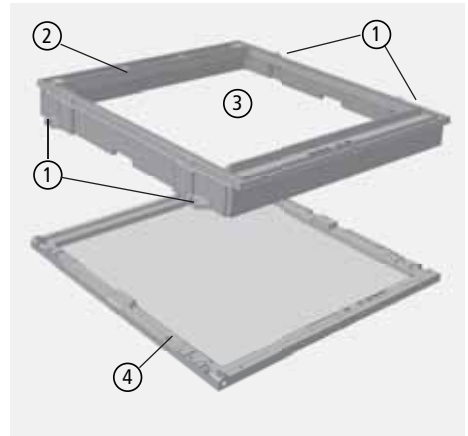

Abb. 3.9 Feuertür BRINELL, innerer Dichtrahmen
- Lösen Sie hierzu die 4 Schrauben ① des inneren Dichtrahmens ② der Feuertür (siehe Abb. 3.9),
- nehmen Sie den inneren Dichtrahmen ② ab - die innere Scheibe ③ ist im inneren Dichtrahmen mit Glashaltern befestigt und kann zum Reinigen dort verbleiben.
- Anschließend wird der innere Dichtrahmen wieder auf dem vorderen Türblatt ④ (Türrahmen) befestigt.